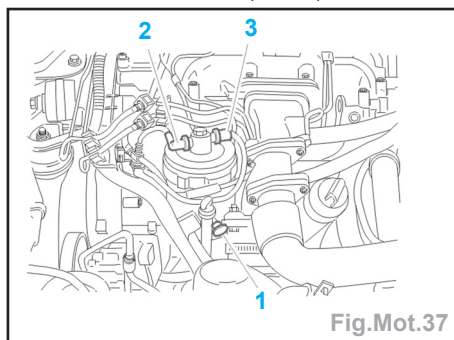

Fig.Mot.37
- Ouvrir la vis de purge (1) (Fig.Mot.37).